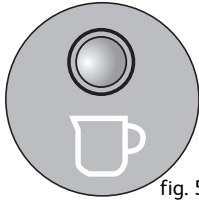

fig. 5
- Quand le voyant rouge "réservoir vide" s'allume - fig.5, vous n'avez plus de vapeur. Le réservoir d'eau est vide.